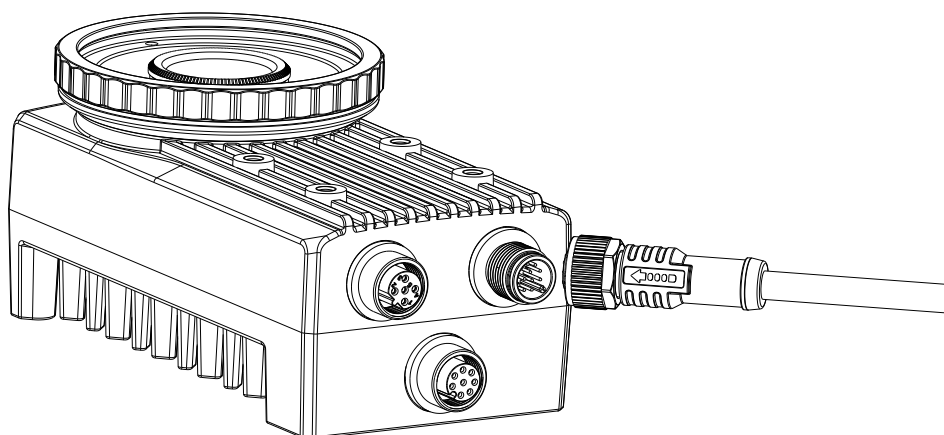

图2-7 设备 I/O 接口
2. 使用 12-pin 电源 I/O 线缆，按照正确的接线方法接在合适的电源适配器或开关电源上给设备供电，如图 2-7 所示，此为不含光源和镜头罩的 X86 开放平台示意图。设备接线请参考 1.3.3 章节 12-pin 电源和 I/O 接口的定义进行接线。